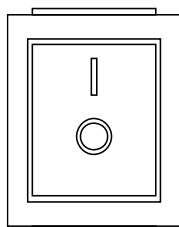

Figura 16
- Durante la carica, accenda l'interruttore di alimentazione sul vano batteria della sedia a rotelle elettrica e spenga il pulsante di alimentazione del controller. Nota: l'interruttore di alimentazione sul vano batteria è spento al momento della consegna. Si assicuri di accendere l'interruttore durante la ricarica. L'interruttore si trova sul retro del vano batteria destro: "I": ON e "O": OFF, si veda la Figura 16.
- Accenda l'interruttore della batteria sulla scatola della batteria e prema "I" per passare alla condizione di funzionamento normale, si veda la Figura 16.